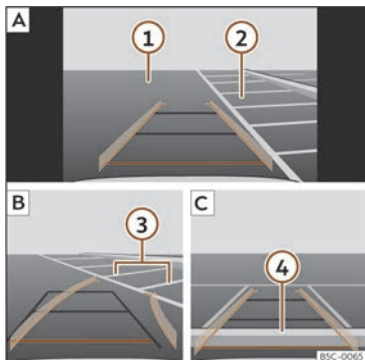

Fig. 199 Affichage à l'écran du système d'infodivertissement : stationner avec l'assistant de marche arrière.
Légende de la **fig. 199** :
- Placez le véhicule en face de la place de stationnement >>> **fig. 199** **2** **A**.